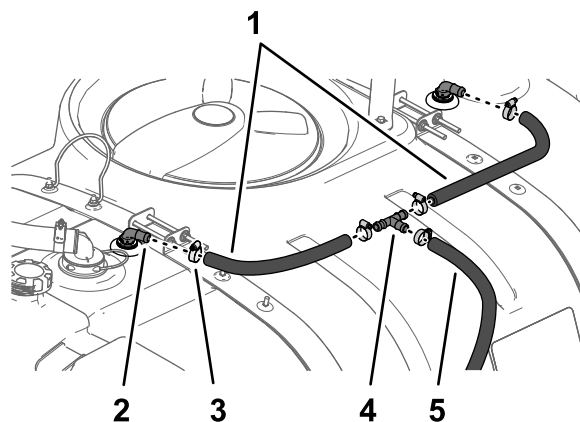

Figura 27
1. Montate 2 flessibili di 1,9 x 61 cm e 2 fascette stringitubo su ciascuno dei raccordi a 90° nei gruppi ugelli di lavaggio e serrate le fascette manualmente (Figura 27).
fascette stringitubo, come illustrato nella Figura 27.
- Montate i flessibili di 1,9 x 180 cm e una fascetta stringitubo sul raccordo a T, come illustrato nella Figura 27.